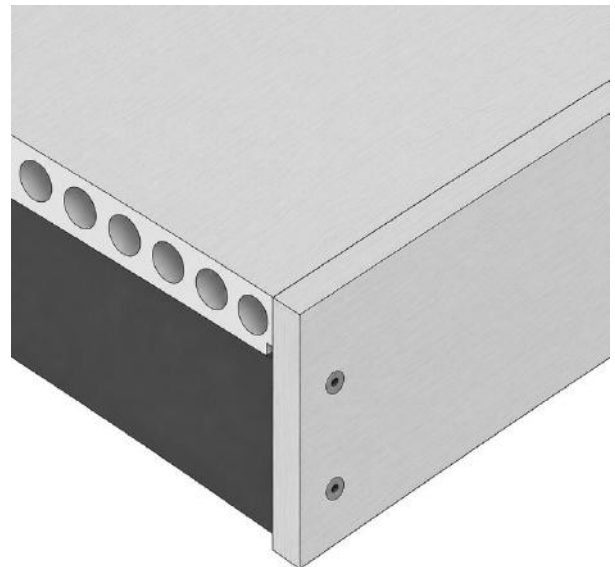

FIG. 24 – GESENKTE VORBOHRUNGEN DURCH DIE BLENDE VORGEBOHRT
- 02 Bohren Sie 4-mm-gesenkte Vorbohrungen durch die Blende vor, um ein Splintern des Materials zu vermeiden (fig. 24).